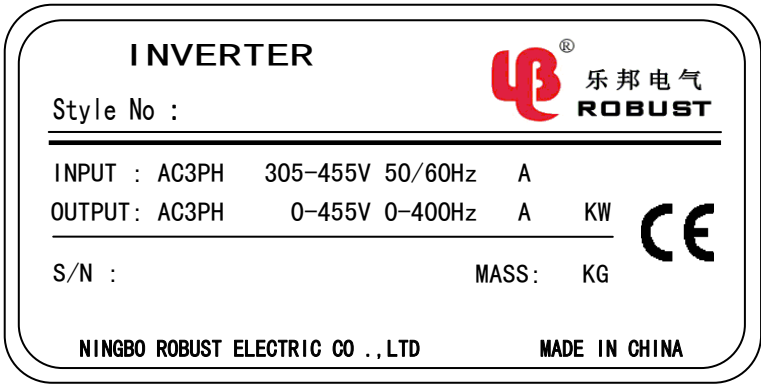

图2-1 驱动器的铭牌
1、在驱动器箱体的右侧板下方，贴有标示驱动器型号及规格的铭牌，铭牌内容如图2-1所示。